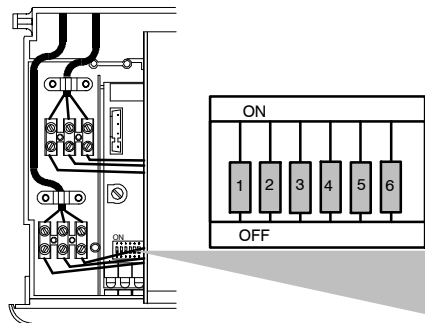

fig. 9.16
- 4 Cuando se ha completado la memorización, desconecte la alimentación eléctrica de la caldera y coloque nuevamente los interruptores DIP en posición OFF (fig. 9.16)